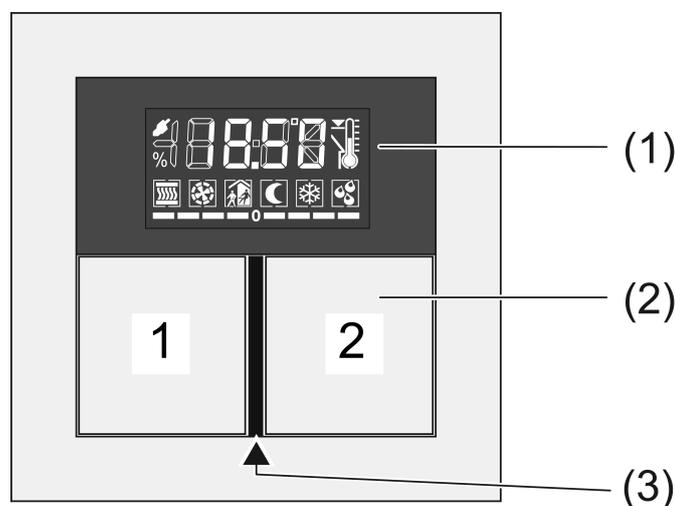

Bild 1
- Öffnen: Gleichzeitig die Tasten **1** und **2** oben links betätigen (siehe Bild 1).